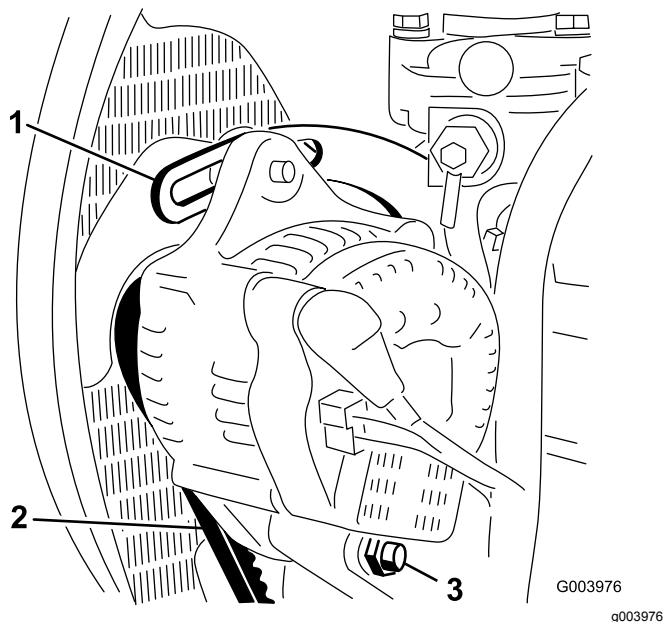

Figura 54
2. Controllate la tensione della cinghia dell'alternatore premendola (Figura 54) al centro tra l'alternatore e le pulegge dell'albero a gomito con una forza di 10 kg.
4. Allentate il bullone che fissa il supporto al motore (Figura 54), il bullone che fissa l'alternatore al supporto ed il bullone di rotazione.